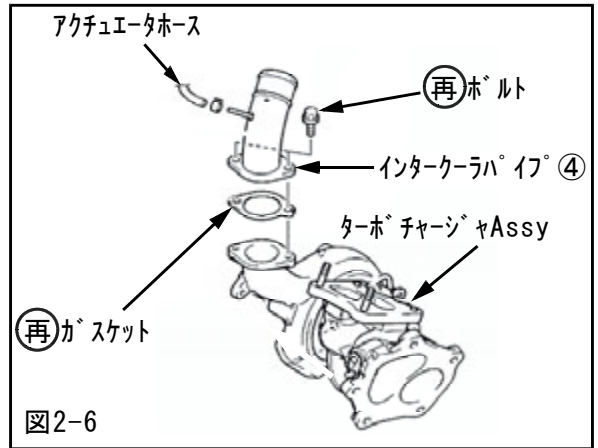

図2-6
- (7) インタークーラパイプ④からアクチュエータホースを取外してください。〈図2-6〉
- (8) ターボチャージャAssyからインタークーラパイプ④、ガスケットを取外してください。〈図2-6〉